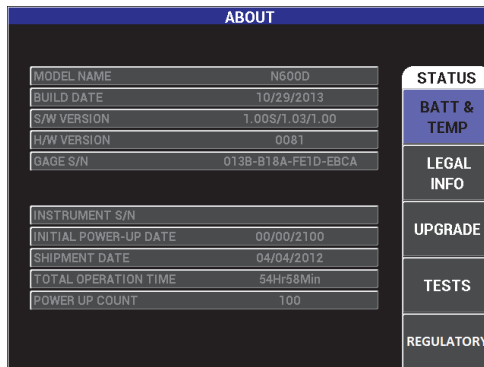

Figura 4-23 Menu ABOUT
**BATT & TEMP** (temperatura da bateria e do aparelho, nível da carga da bateria, capacidade da bateria, capacidade projetada da bateria e status), **LEGAL INFO** (informações legais), **UPGRADE** (atualização do software do aparelho) e **TESTS** (veja Figura 4-23 na página 113).